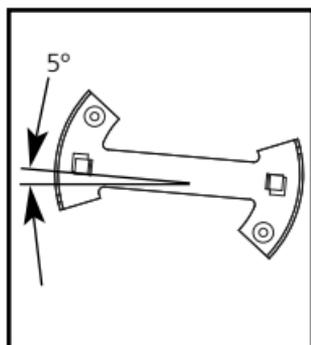

FIGURA 6A
3. Después de elegir la ubicación adecuada de la alarma de humo como se describe en la Sección 1, fije la placa de montaje al techo como se ilustra en la Figura 5 y Figura 5A. Para el montaje de pared, consulte la Figura 6 y la Figura 6A. Coloque la placa de montaje en la pared como se describe en las ilustraciones del montaje. Utilice los tornillos y los anclajes que se suministran para fijar la placa de montaje (utilice una broca de 3/16 pulgadas para los agujeros destinados a los anclajes).